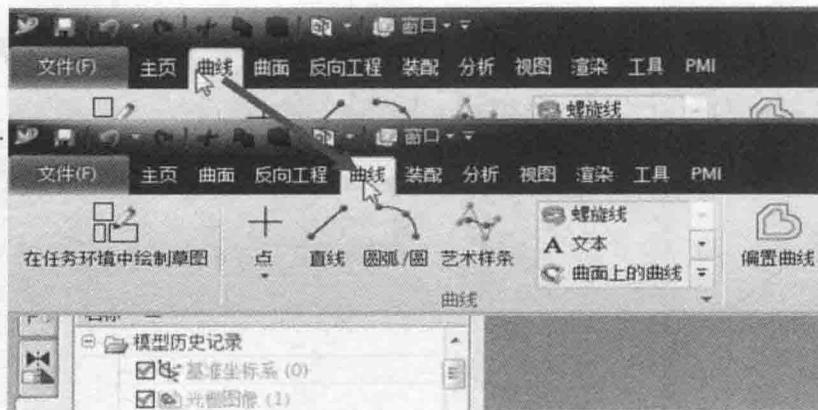

图 1-5 调整 Ribbon 工具条的顺序
**步骤 05** 添加了相应的 Ribbon 工具条后还可以按照个人习惯调整 Ribbon 工具条的顺序，使用鼠标按住 Ribbon 工具条的标题处，拖动即可实现 Ribbon 工具条的顺序调整，如图 1-5 所示。